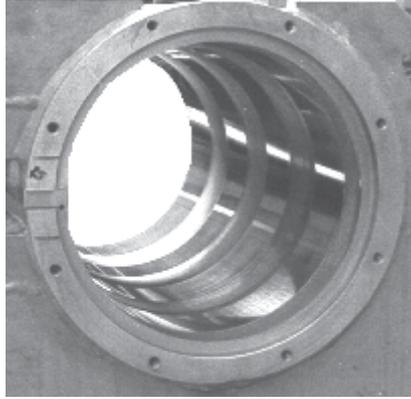

Fig. 2:
2) La preparazione dei piani da rivestire avviene sgrassando con piallatura per ottenere la superficie (di cui alla Fig. 2). Sgrossando con la fresa si dovrà formare una superficie simile ma con scanalature circolari. Lo spessore teorico dello strato sopra le creste delle scanalature dovrà essere almeno di 1 mm.